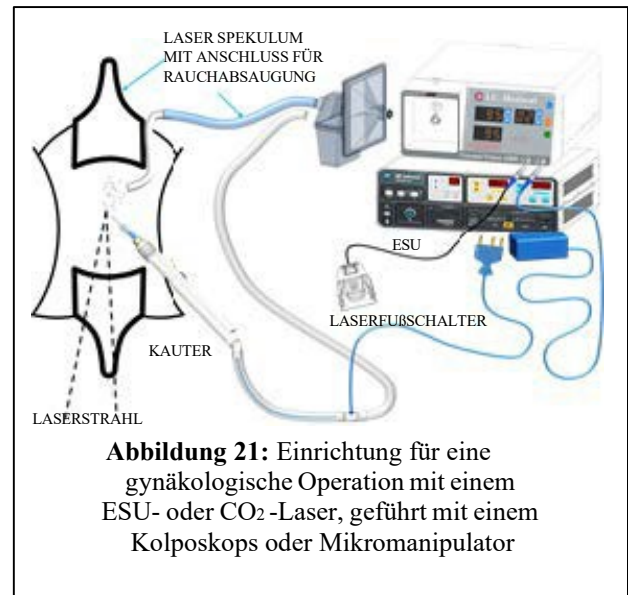

Abbildung 21: Einrichtung für eine gynäkologische Operation mit einem ESU- oder CO₂-Laser, geführt mit einem Kolposkops oder Mikromanipulator
3. Siehe Abbildung 21 für die Einrichtung.